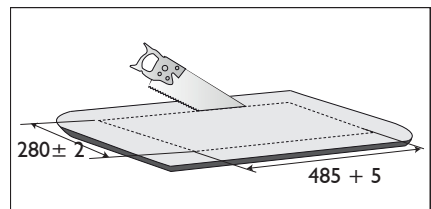

Figura 11
- Recorte cuidadosamente el rectángulo trazado. Recuerde que esta labor debe ser realizada por personal especializado (Ver figura 11).